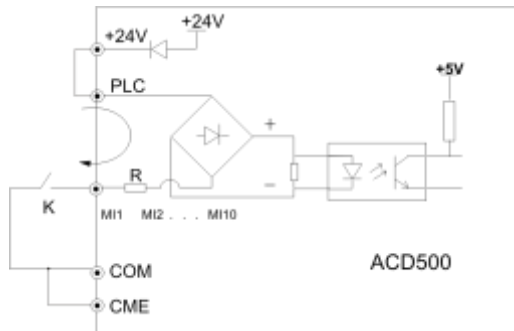

图 3-11 使用内部 24V 电源的连线方式
- (1) 使用模拟输入时，可在 AVI、ACI 与 GND 之间安装滤波电容或共模电感。
- (2) 模拟输入、输出信号容易受到外部干扰，配线时必须使用屏蔽电缆，并良好接地，配线长度应尽可能短。
(4) MI1~MI10 端子接线方法
- ① 使用变频器内部的 24V 电源，接线方式如图 3-11。
5. 图3-11、3-12中的电阻R对于24V输入的继电器应去掉，对于非24V继电器应根据继电器参数选择。
- (2) U/T1、V/T2、W/T3 端子三根电机线尽量置于金属管或金属布线槽内。
- (3) 一般控制信号线应采用屏蔽电缆，屏蔽层与变频器 PE 端相连后，以靠近变频器侧单端接地。
- (4) 变频器 PE 端接地电缆必须直接与接地板相连，不得借用其它设备接地线接地。
- (5) 强电电缆(R/L1、S/L2、T/L3、U/T1、V/T2、W/T3)不得与控制信号线平行近距离布线，更不能捆扎在一起，须保持 20~60 厘米（与强电电流大小有关）以上的距离。如果要相交，则应相互垂直穿越，如图 3-11 所示。
- (6) 强电接地线必须与控制信号和传感器等弱电接地线分别独立接地。
- (7) 禁止在变频器电源输入端(R/L1、S/L2、T/L3)上连接其它用电设备。